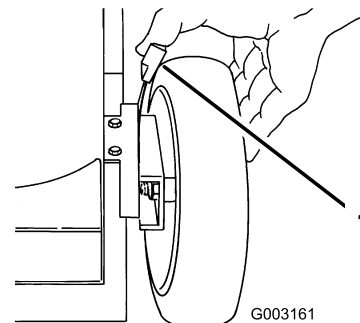

Figura 21
1. Tire de la palanca de ajuste de la altura de la rueda hacia la rueda (Figura 21) y muévela a la posición deseada.